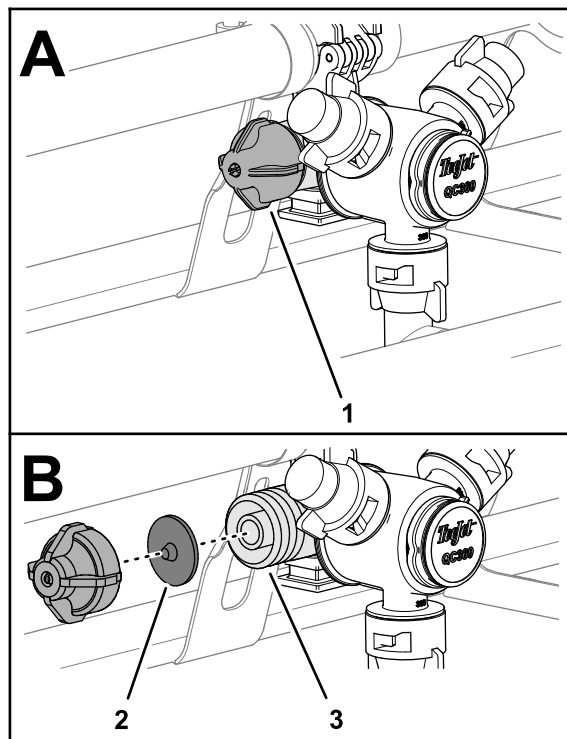

Figure 33
1. Tournez le capuchon de la membrane dans le sens antihoraire et retirez le capuchon du corps de la buse (Figure 33).
2. Enlevez la membrane du clapet antiretour du capuchon ou du corps de la buse (Figure 33).
3. Nettoyez le capuchon, la membrane et le corps de la buse à l'eau propre (Figure 33).
4. Insérez la membrane dans le capuchon, la pointe vers le capuchon (Figure 33).
5. Montez le capuchon garni de la membrane sur le corps de la buse et serrez-le à la main (Figure 33).